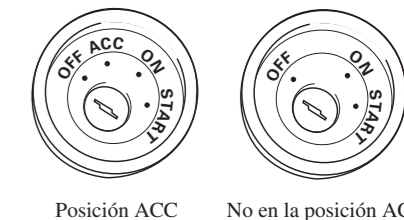

Fig. 1
- Si se instala esta unidad en un vehículo que no tiene una posición ACC (accessorio) en el interruptor de encendido, el conductor rojo de la unidad deberá conectarse al terminal conectado con las operaciones del interruptor de encendido ON/OFF. Si no se hace esto, la batería del vehículo podría drenarse cuando usted esté lejos del vehículo por varias horas. (Fig. 1).